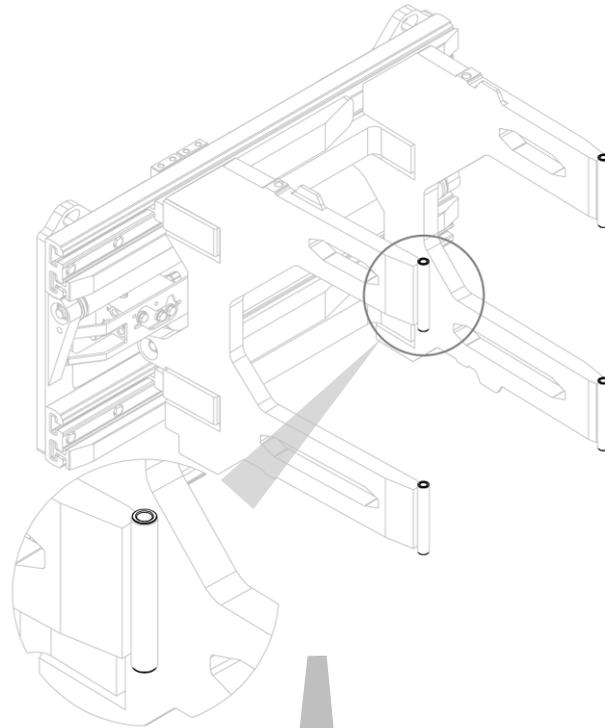
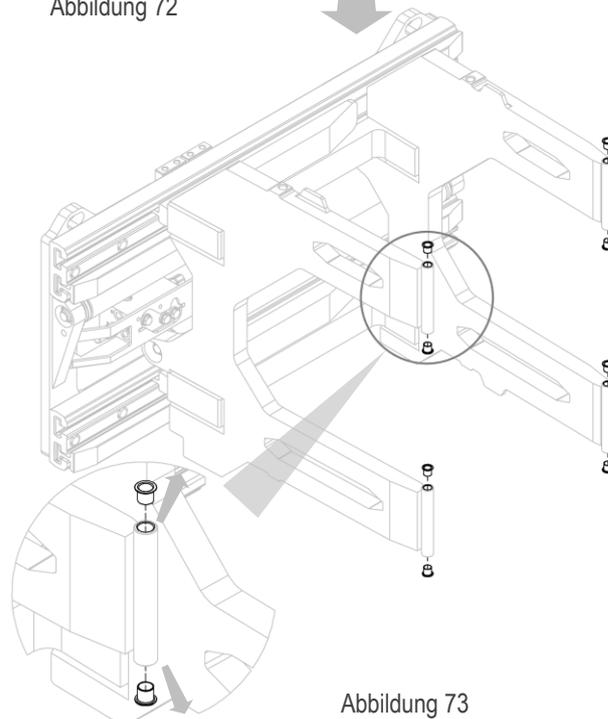

Abbildung 72
Abbildung 73
3. Nehmen Sie die Schwenkbuchsen aus ihren Aufnahmen (siehe *Abbildung 72* und *Abbildung 73*).